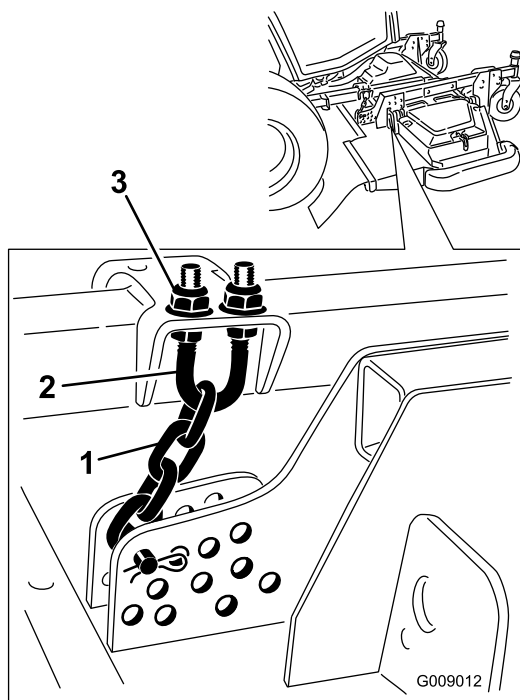

Рисунок 134
5. Отпустите верхние или нижние зажимные гайки на U-образном болте цепи высоты скашивания (Рисунок 134).